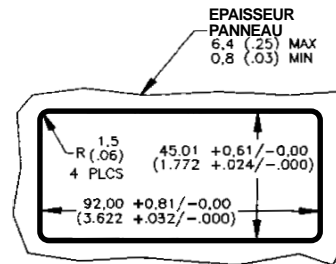

Figure 3-3 : Perçage pour montage panneau
1. Percer un trou dans le panneau qui doit supporter l'appareil en respectant les dimensions indiquées sur la Figure 3-3.